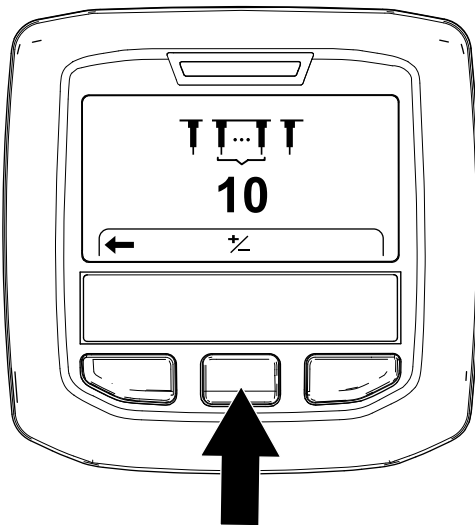

Figura 61
3. Premete il tasto destro dell'InfoCenter fino a quando non viene visualizzata la schermata Impostazione della quantità di fustelle (Figura 61).